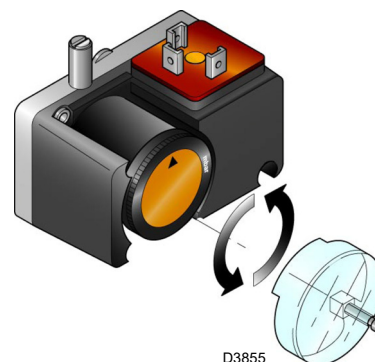

Fig. 32
- Regolare il pressostato per il controllo di tenuta (Kit PVP) (Fig. 32 a pag. 32), se presente, secondo le istruzioni a corredo del kit stesso.
Regolare il pressostato per il controllo di tenuta (kit PVP)(Fig. 32) secondo le istruzioni a corredo del kit stesso.